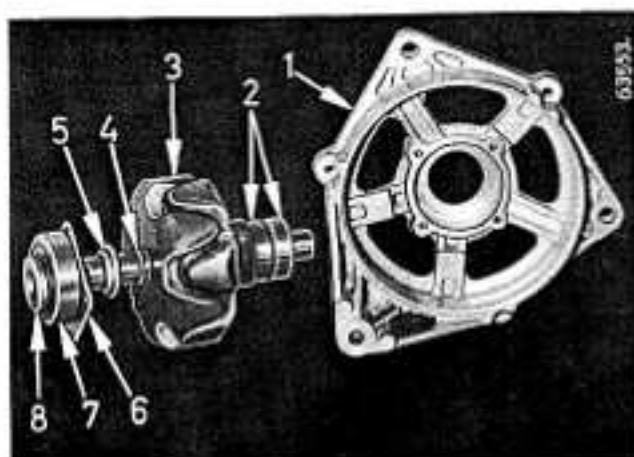

Bild 222
Das Lager (7) Bild 222 ggf. mit einem Abzieher vom Wellenende abziehen.